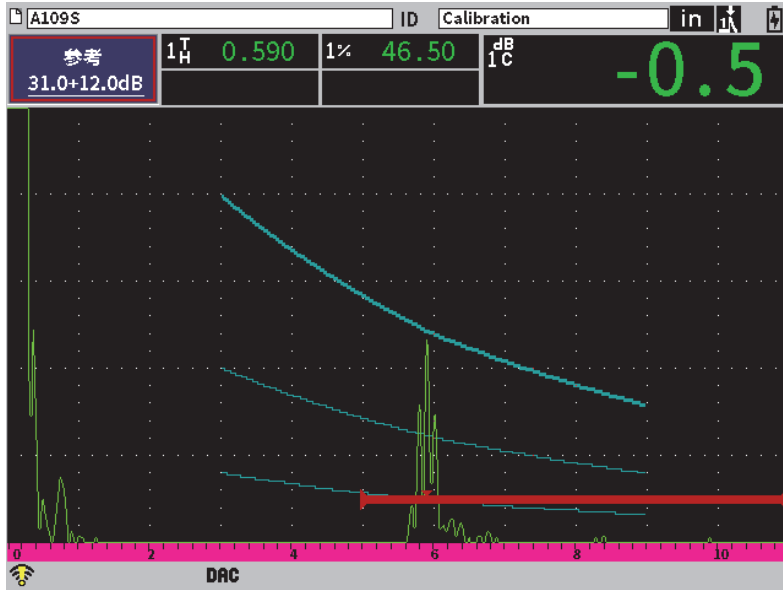

图 11-6 创建好的DAC曲线
9. 重复步骤6、7和8，直到创建曲线的操作完成（参见第171页的图 11-6）。